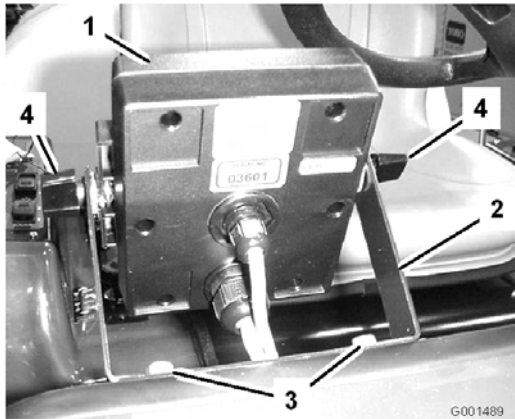
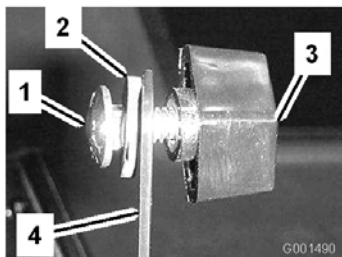

Bild 5
Bild 6
- Montieren Sie die Steuergeräthalterung mit zwei Bundbolzen (1/4 x 3/4 Zoll) und zwei Bundmuttern (1/4 Zoll) am Armaturenbrett (Bild 5).
- Montieren Sie die zwei Schlossschrauben, Gummischeiben und Handräder lose auf der Halterung, wie in Bild 5 und Bild 6 dargestellt.
- Montieren Sie das Spray Pro-Steuergerät auf den Schlossschraubenköpfen (Bild 5)